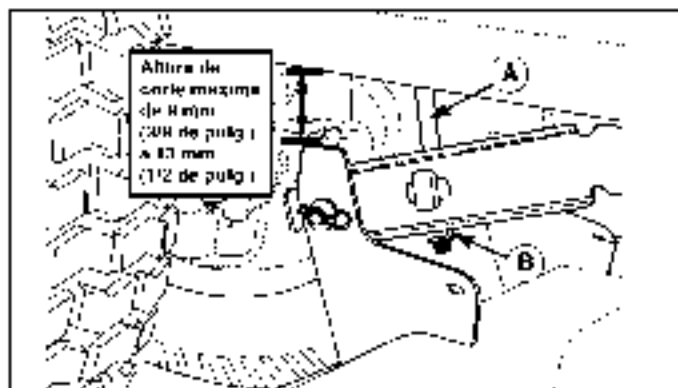

Figura 26. Nivelación del cortacésped lado a lado
5. Gire la contratuerca (B, figura 26) para subir o bajar ese costado del cortacésped.
**NOTA:** La altura de corte máxima en que se puede ajustar el cortacésped es de 9 mm (3/8 de pulg.) a 13 mm (1/2 de pulg.) entre el chasis y el tope superior del cortacésped (vaya la Figura 26).